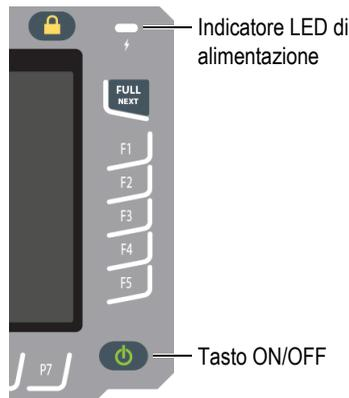

Figura 2-1 Posizione del tasto ON/OFF e dell'indicatore dell'EPOCH 650
1. Premere il tasto ON/OFF per accendere l'EPOCH 650 (vedere Figura 2-1 a pagina 66).